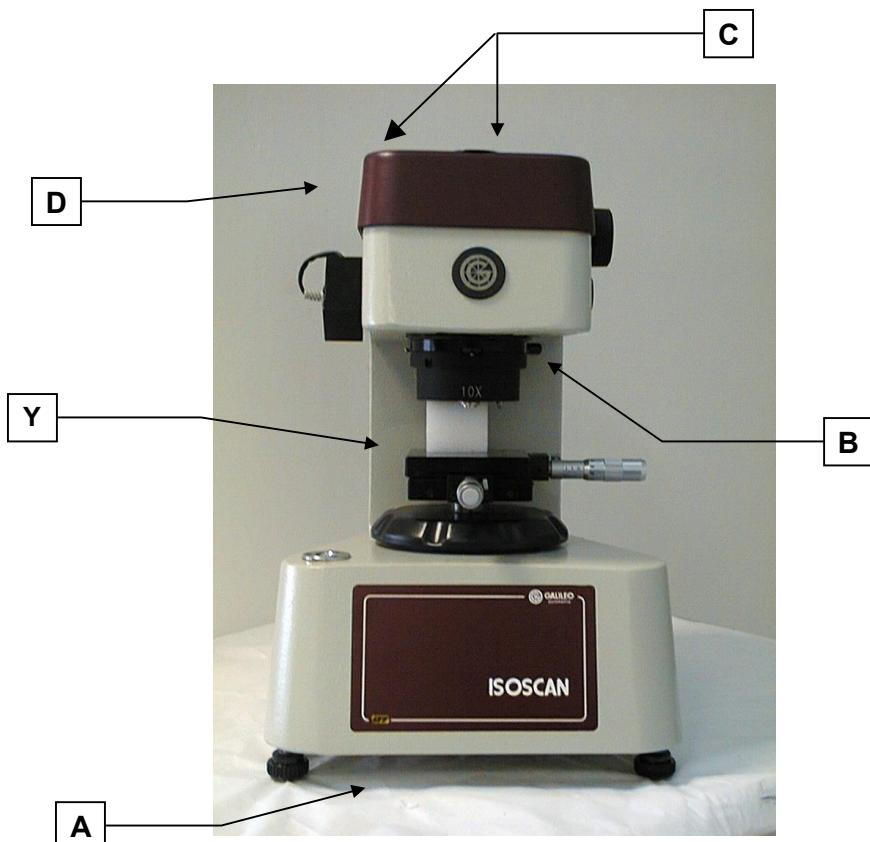
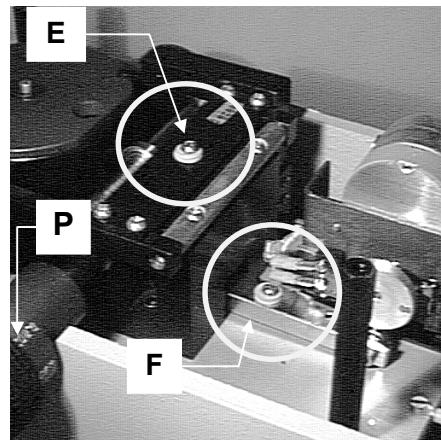
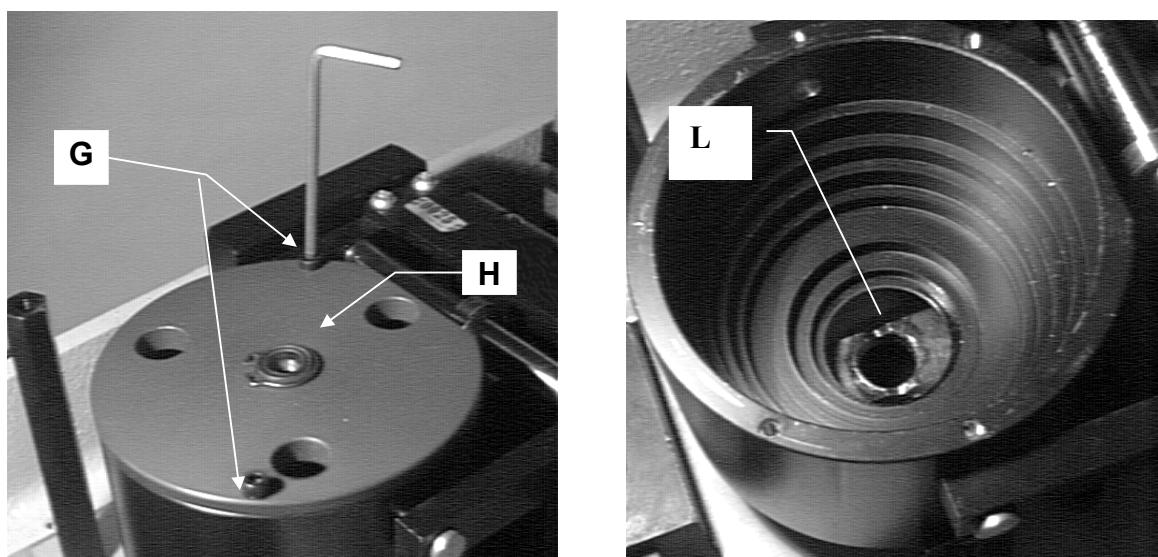

Рис. 11-1 - Точки для удержания при подъеме и положение монтажных винтов верхней крышки
Рис. 11-2 - Винты для блокировки селектора нагрузки(Е) и рычага приложения нагрузки (F) в процессе транспортировки
Рис.11-3 Открытие селектора нагрузок для вставки грузиков
Раскройте упаковку инструмента, как показано в инструкции, имеющейся на данной упаковке. Удерживайте инструмент в точках А и В (см. Рис.11-1), и установите его на верстак или стол, где он будет использоваться.
Удалите винты С (Рис.11-1), используя торцевой ключ, поставляемый с инструментом, и удалите верхнюю крышку D. Удалите вспененную пластиковую прокладку между платой координатного столика и объективами. Удалите винты Е и F (Рис. 11-2), маркованные также красной краской, для освобождения селектора нагрузки и рычага приложения нагрузки.
Инструмент транспортируется без грузиков внутри селектора для предотвращения повреждений, которые могут возникнуть по причине вибрации во время транспортировки. Во время транспортировки, грузики находятся внутри набора аксессуаров (см. также Рис.16-1). Для вставки грузиков в инструмент, следуйте рекомендациям, представленным ниже. Поверните маховичок селектора грузиков (Р на Рис. 11-2) против часовой стрелки, до индикации нагрузки 0.098 в передней части инструмента (со стороны оператора). Затем удалите винты G, используя торцевой ключ, и снимите крышку H селектора (см. Рис.11-3).
- два штырька М штока грузиков (Рис.11-4) вставлены в специальные V-образные проточки загрузочного рычага L, в нижней части селектора нагрузки (Рис. 11-3).
Как было сказано ранее, Вы можете устанавливать дополнительные калиброванные грузики, для того чтобы иметь дополнительные нагрузки выше 9.807 N (1 кгс) до 98.07 N (10 кгс). Каждый грузик должен быть установлен наверху инструмента, сразу над крышкой [H] рис. 11.3, после снятия черной крышки [C], рис. 11.15. **Когда вы используете дополнительные нагрузки, селектор стандартных нагрузок должен быть всегда установлен на отметку нагрузки 9.807 N.** Затем, Вы должны установить соответствующее значение нагрузки в программном окне Isoscan, как описано в пункте “Тестовый образец” параграфа 14.1.5.